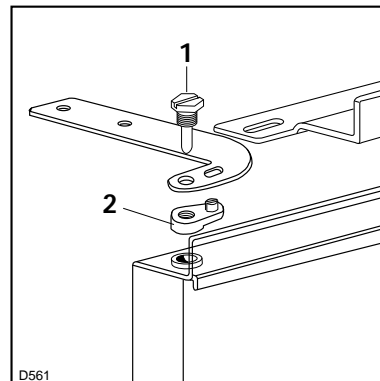

Abb. 2
Die auf der linken Seite des Gerätes montierten Scharnierstifte (1), obere und untere Kunststoffteile (2) und das Sicherungsblech (4) entfernen (Abb. 2).